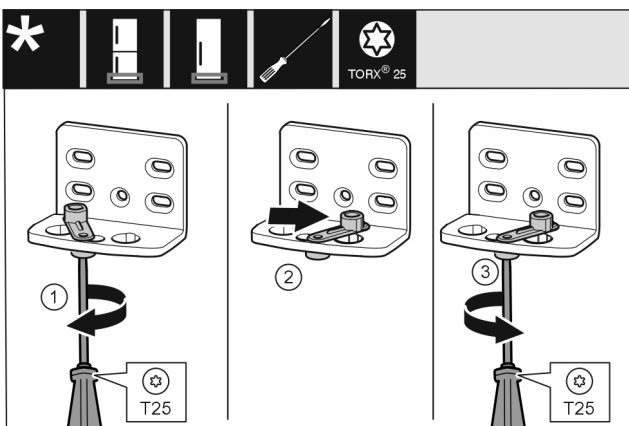

Fig. 11
- Skrutkovačom T25 voľne zaskrutkujte skrutku. Fig. 11 (1)
- Pomôcku na zatváranie dverí zdvihnite a otočte o 90° doprava v otvore. Fig. 11 (2)
- Skrutkovačom T25 pevne zaskrutkujte skrutku. Fig. 11 (3)